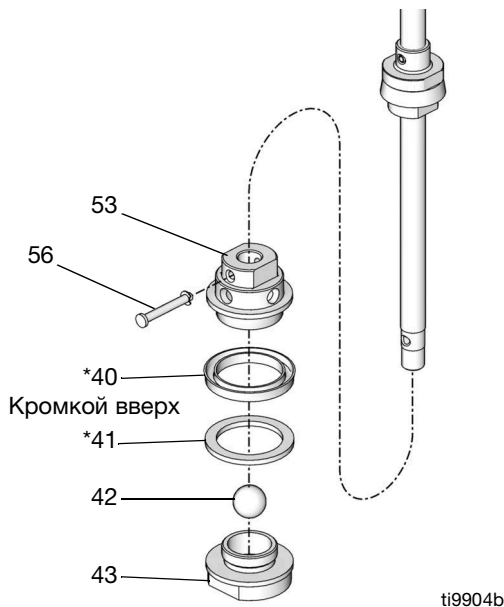

Рис. 20
9. Снимите штифт (56). Снимите поршневой клапан. Вывинтите поршневой клапан (43) из корпуса поршня (53). Снимите компенсационное кольцо (41*), U-образное уплотнение (40*) и шар (42). Осмотрите все детали на наличие повреждений. См. Рис. 20.